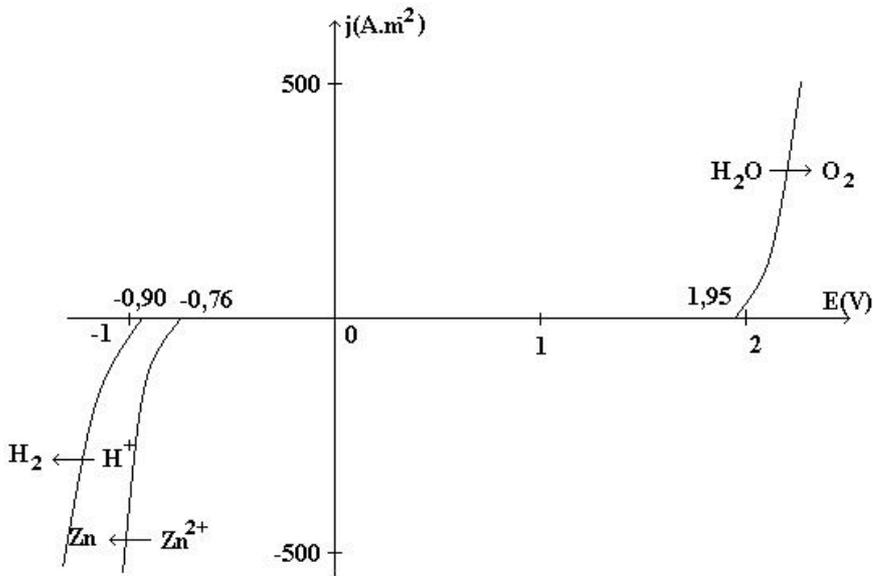

Figure 6 : courbes intensité-potential pour l'eau et les ions zinc
- 17-** A l'aide la figure 6 donner l'équation d'électrolyse qui a réellement lieu. A quoi sont dus ces changements ? Si on impose une densité de courant de 500 A.m^{-2} , quelle devrait être la différence de potentiel appliquée aux bornes des électrodes ?